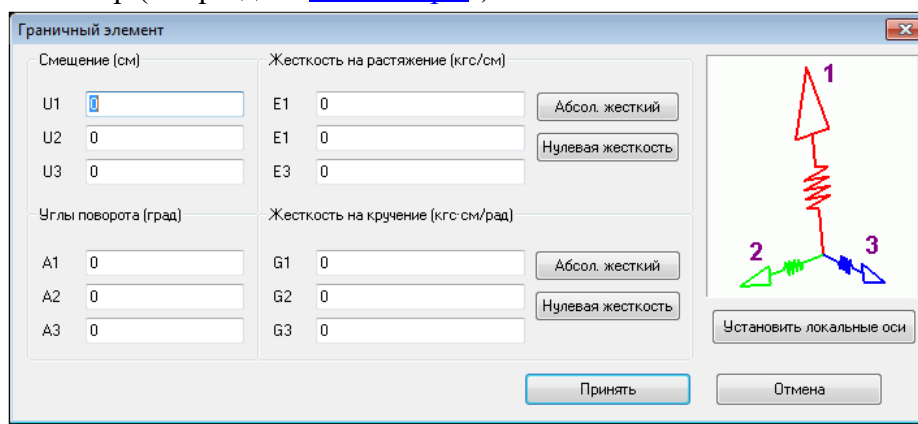

Рис. 5.3.7. Диалоговое окно задания свойств одноосного граничного элемента
3. В возникшем диалоговом окне свойств граничного элемента (рис. 5.3.7.) необходимо задать три перемещения по направлениям локальных осей граничного элемента и три угла поворота вокруг этих осей, а также соответствующие им линейные и угловые жесткости. Направление локальных осей граничного элемента задается с помощью нажатия кнопки "Установить локальные оси", которые определяются также, как локальные оси опор (см. раздел "ЛСК опоры").